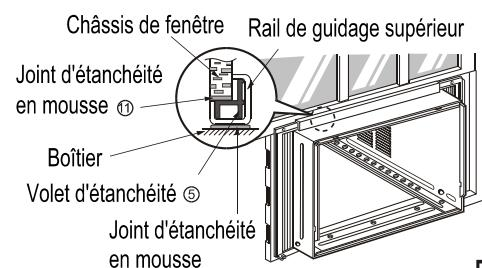

Fig. 2
2. Tout en retenant le boîtier, glissez l'appareil hors du boîtier en tirant vers l'avant sur la poignée du réceptacle d'eau. (Fig. 2)
- Abaissez le châssis inférieur à l'arrière du rail de guidage supérieur jusqu'à ce qu'ils fassent (Fig. 2)